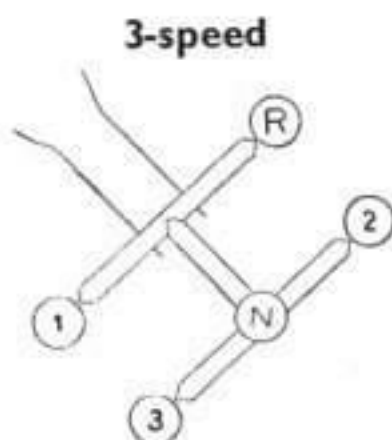

Fig. 15. Gear shift positions
11. Gear shift lever. Regarding gear shift positions, see fig. 15.